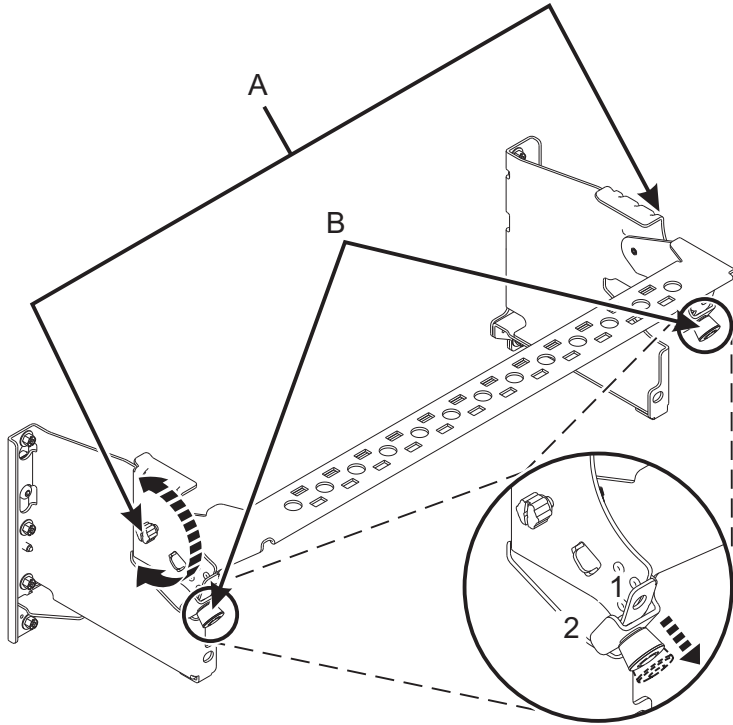

Figure 36. Placement du crochet de routage des câbles en position de fonctionnement
6. Placez le crochet de routage des câbles en position de maintenance. Voir figure 36, à la page 36.